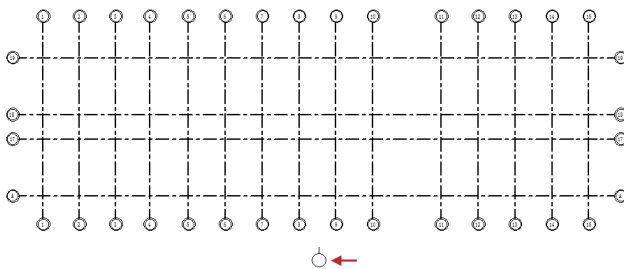

图2-35 放置立面符号
- 02 进入“修改”选项卡，然后在绘图区域的合适位置单击鼠标左键，放置立面符号，效果如图2-35所示。